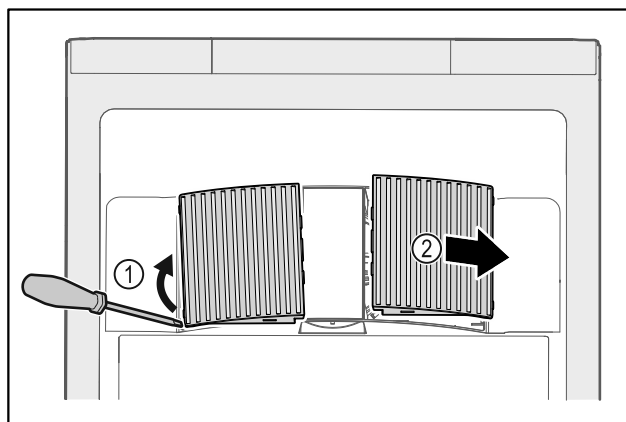

Fig. 199
- ▶ Lirk forsigtigt ventilatorafdækningerne ud fra siden Fig. 199 (1), og tag dem af forfra Fig. 199 (2).